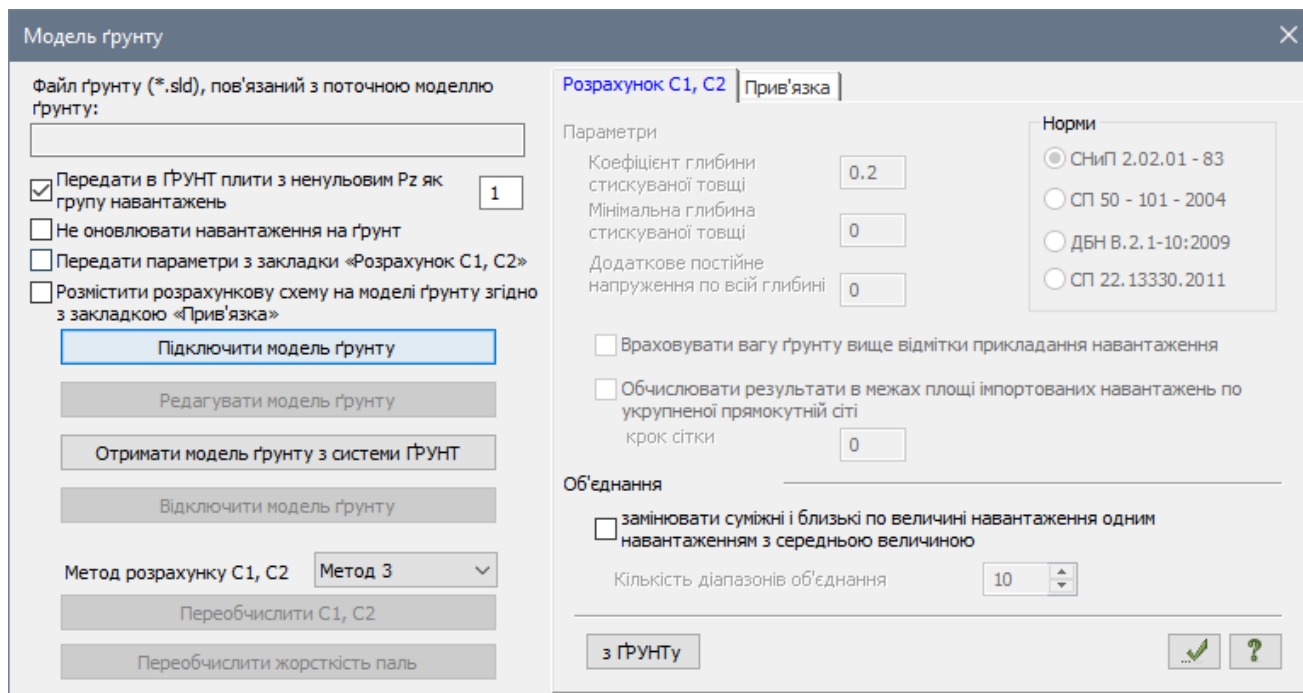

Рис. 22.13. Діалогове вікно **Модель ґрунту**
- У діалоговому вікні **Модель ґрунту** (рис. 22.13) натисніть кнопку **Підключити модель ґрунту**.
- У діалоговому вікні **Модель ґрунту** (рис. 22.13) встановіть прапорець **Розмістити розрахункову схему на моделі ґрунту** згідно закладки «Прив'язка».